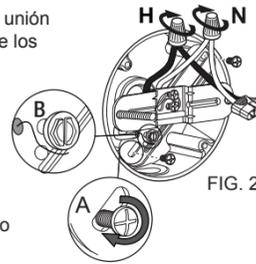

FIG. 2
- Enrosque el juego más corto de dos tornillos (09) incluido el soporte de montaje, a través de los orificios en la parte posterior del soporte exterior. Las roscas de los tornillos ahora deberían estar sobresaliendo de la parte frontal del soporte exterior.
Instale el soporte de montaje (02) en la caja de unión utilizando los tornillos (07 o 08). FIG. 2. Conecte los cables de la casa a los cables conectores (04). Conecte el cable blanco (N) al cable conector blanco y el cable negro (H) al cable conector negro utilizando empalmes plásticos (05).
- Blanco con blanco (N)
- Negro con negro (H)